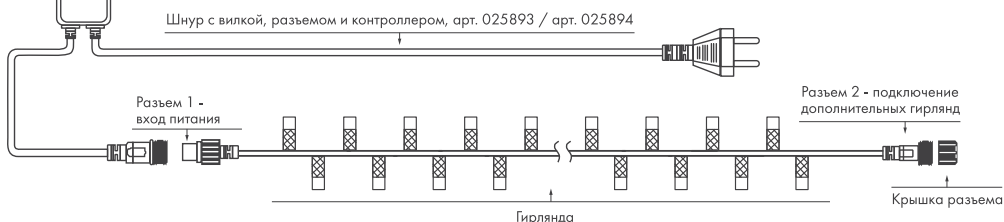

Рисунок 1. Схемы подключения.
**ВНИМАНИЕ!** Для подключения гирлянд к сети AC 230 В необходимо использовать специальный сетевой шнур с преобразователем AC/DC или контроллером при использовании многоцветных гирлянд (поставляются отдельно). Артикулы соответствующих шнуров указаны на схемах. Запрещается подключать гирлянду к сети AC 230 В без данного шнура питания, см. рисунок 1.